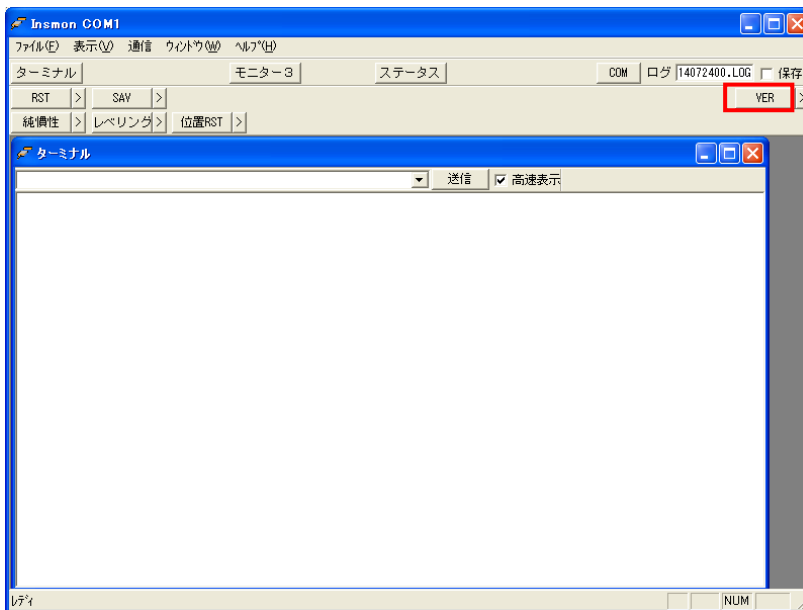

図 1. 起動後の画面
- (1) Insmon.exe を実行し、”InsMon”を起動してください。図 1 の画面が表示されます。
- (2) 通信の確認を行うため、赤枠の VER ボタンを押してください。ターミナル画面に送信コマンドが緑字で表示されます。
- (3) 正常に通信が出来ていれば、ターミナル部分にソフトウェアバージョンが青字で表示されます。応答が表示されない場合は、通信が確立できていません。
- (4) 通信が確立できていない場合は、5.COM ポートの変更 を参照してください。